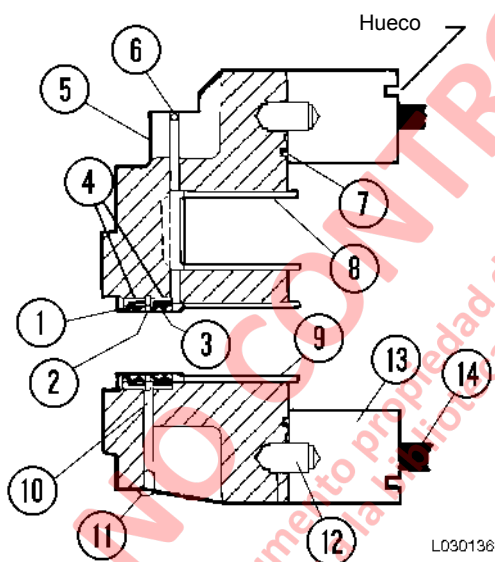
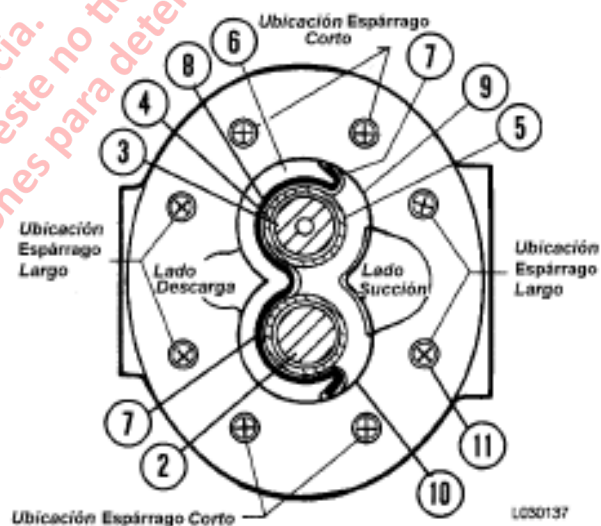

FIGURA 3-11. MONTAJE DEL SELLO DEL EJE
FIGURA 3-12. REARMADO DE LA BOMBA
3. Lubrique los sellos con aceite hidráulico. Coloque el sello del eje interior (3, Figura 3-11) con la cara metálica hacia el extremo exterior del flange.
5. Monte el anillo de retención (2, Figura 3-11) con la abertura del anillo de retención sobre el orificio de vaciado (10).
7. Lubrique los hilos del pasador pasante (14, Figura 3-11) con aceite hidráulico. Atornille los pasadores en el flange hasta que calcen perfectamente. Hay cuatro pasadores largos y cuatro pasadores cortos. Consulte la Figura 3-12 para la ubicación correcta de los pasadores.
8. Lubrique e instale el O-Ring (7). Monte los pasadores de espiga (12), si se sacaron. Monte la placa del engranaje (13). Asegúrese que la perforación en la placa de engranaje apunte hacia la placa del conector o mire hacia arriba cuando se monte la placa del engranaje.
9. Monte los anillos de acero (5, Figura 3-12). Lubrique e instale el anillo de respaldo (8), el O-Ring (7) y el retén del anillo (6) como se muestra en la Figura 3-12.
10. Monte la placa de aislación (9) en el costado de succión de la placa de engranajes. La placa de aislación tiene un área de alivio ranurada en un costado. Gire ese costado hacia arriba o hacia la placa de presión.